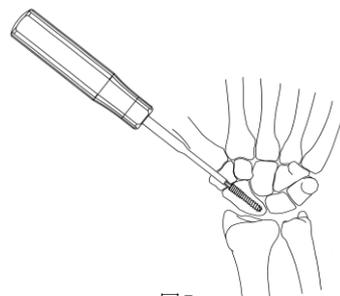

図7
- 1) 六角 2.0 中空ドライバーにてスクリューを抜去します。(図7)